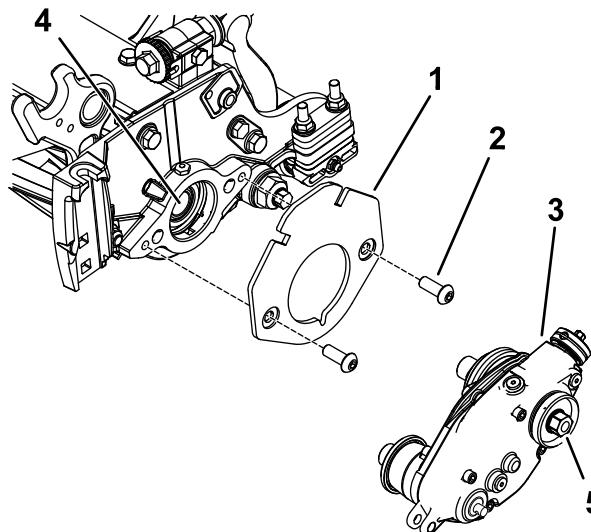

图9
- 用 2 个六角圆头螺栓 $\frac{3}{8} \times \frac{3}{4}$  英寸固定配重块架如图9 所示。
3. 在内滚刀轴的螺纹上涂抹中等强度防松螺纹油如蓝色 Loctite® 243 乐泰胶 图9。
4. 用疏草刀驱动箱上的六角头螺栓将其连接到滚刀轴上 图9。